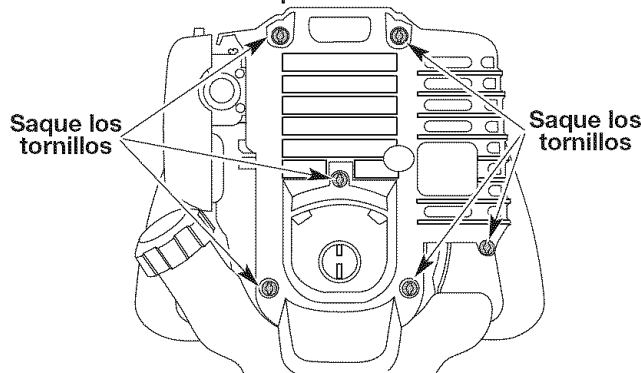

Fig. 31
1. Quite los dos (6) Tornillos de encima de la tapa del motor con un destornillador de pala o Torx #25 (Fig. 31).
4. Saque la cubierta del motor (Fig. 31).